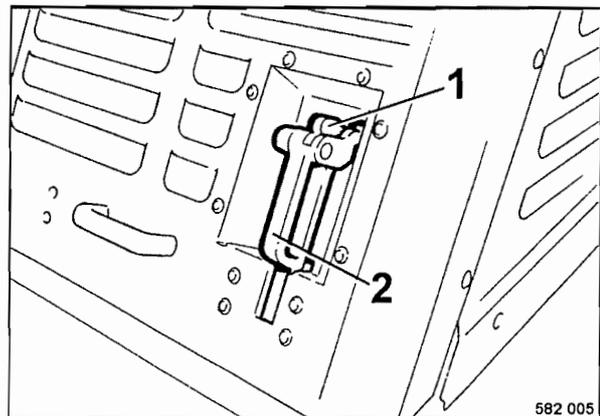

Fig. 46
- Apretar el cerrojo 1 (Fig. 46) hacia abajo, tirar la empuñadura (2) hacia atrás y abrir el capó.